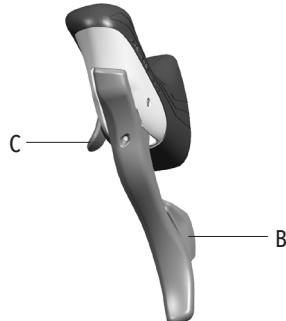

Abb.13
- Der Fingerhebel B (Abb. 13) am linken Schalthebel wirkt auf den Umwerfer und lässt die Kette auf das nächstgrößere Kettenrad steigen.
- Der Fingerhebel C (Abb. 13) am linken Schalthebel wirkt auf den Umwerfer und lässt diesen die Kette auf das nächstkleinere Kettenrad absteigen.